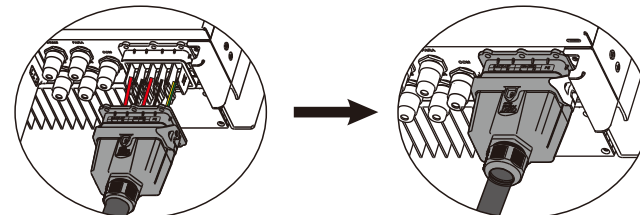

Abbildung 4.3-6 Installation der Wechselstromanschlussklemmen
Schritt 4. Schließen Sie das kombinierte AC-Kabel an den AC-Klemme des Wechselrichters an, ziehen Sie das Kabel mit einem Drehmoment von 2,0 bis 2,5 N.m an und verriegeln Sie die AC-Abdeckung. Siehe Abbildung 4.3-6.